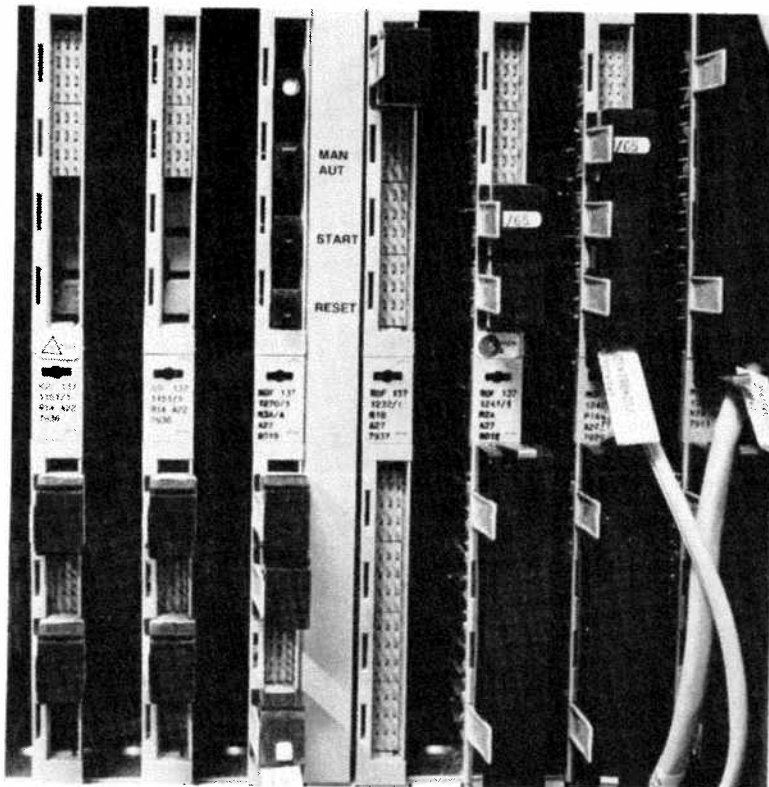

Bild 26. MAU-S kortet
- Ställ omkastaren MAN/AUT på MAU-S kortet i läge MAN. MAU-S kortet är placerat i CP-magasinet på kortplats 23/24 i tredje hyllan i telefonutrustningens vänstra stativ. Se bild 26.